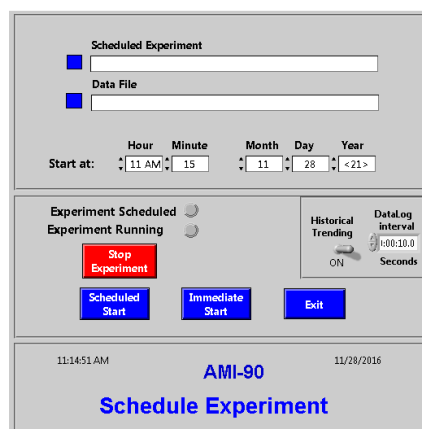

Figura 7: Janela *Schedule Experiment*
3. Na janela principal do programa *AMI-90*, clicar no menu *Experiment* e em *Schedule*. Na janela *Schedule Experiment*, clicar no botão azul da caixa *Scheduled Experiment* (ver Figura 7). Carregar o método *\*.exp* previamente definido. Clicar em *OK*.